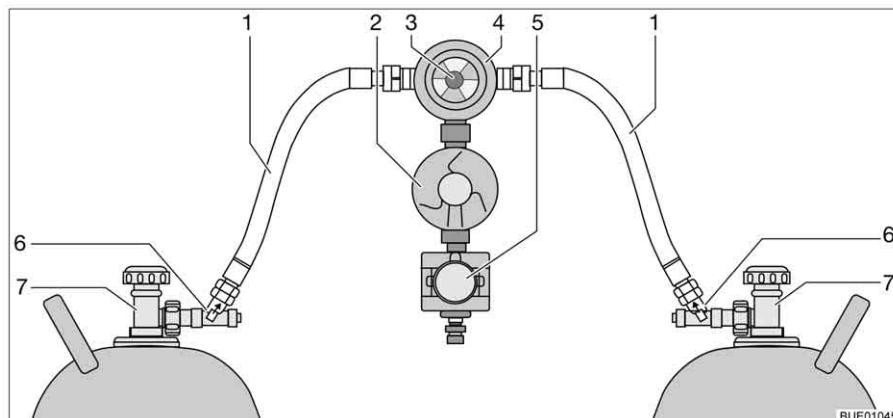

Fig. 125 Impianto di commutazione Crash Protection Unit
La Crash Protection Unit consiste di due limitatori di flusso con sblocco manuale (Fig. 125,6), di una valvola di commutazione (Fig. 125,4) con regolatore di pressione (Fig. 125,2), di una elettrovalvola (Fig. 125,5) e di una centralina di controllo con LED a tre colori. La valvola di commutazione viene montata tra i due tubi del gas (Fig. 125,1).
Con la manopola (Fig. 125,3) sulla valvola di commutazione è possibile stabilire, quale delle bombole del gas viene utilizzata come bombola in uso e quale bombola del gas viene utilizzata come bombola di riserva.
Sulla centralina di controllo (Fig. 126) possono venire azionate solo le funzioni elettriche. Le valvole principali di arresto delle bombole del gas (Fig. 125,7) e gli sblocchi (Fig. 125,6) devono essere aperti a mano.
- Aprire le valvole principali di arresto delle bombole del gas (Fig. 125,7).
- Premere gli sblocchi (Fig. 125,6) uno dopo l'altro per 10 secondi.
- Con la manopola (Fig. 125,3) sulla valvola di commutazione (Fig. 125,4) selezionare la bombola del gas, da cui proviene la principale alimentazione del gas (bombola in uso).
- Chiudere le valvole principali di arresto delle bombole del gas (Fig. 125,7).